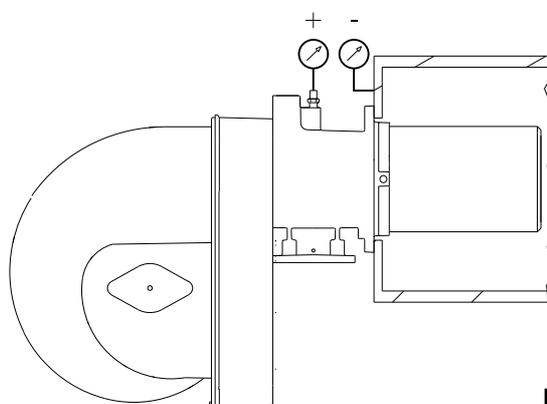

Рис. 27
- Подсоедините U-образный манометр (Рис. 27) к штуцеру для замера давления газа.
Поступление газа на муфту определяется по U-образному манометру (Рис. 27).
Примерное значение можно получить по таблице на стр. 18. Достаточно считать давление газа на U-образном манометре, см. Рис. 27 на стр. 22, и следовать указаниям, данным на стр. 18.